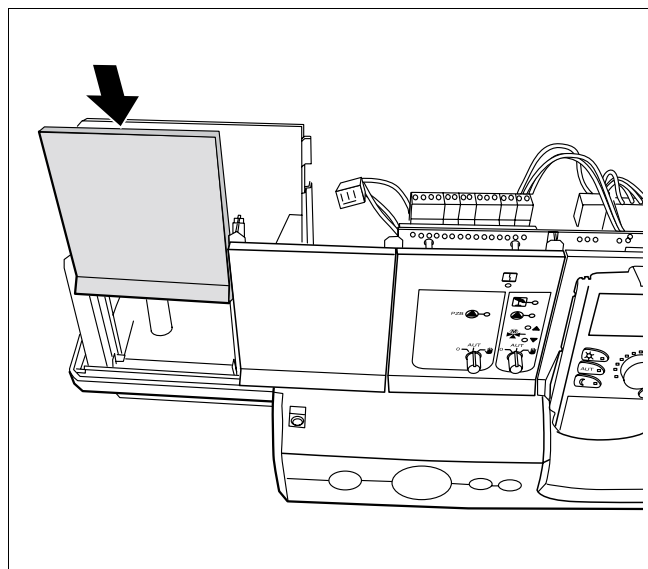

Fig. 11 Inserire la piastra cieca di copertura
- Nel caso non venga inserito nessun nuovo modulo, chiudete l'apertura formatasi, con una piastra cieca di copertura (fig. 11).